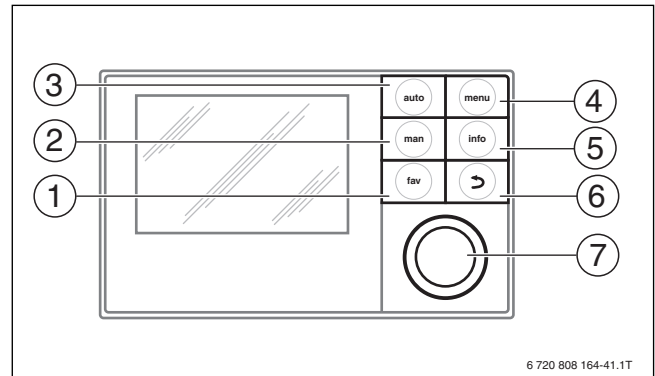

Bild 57 Bedieneinheit RC300
- ▶ Um das **Servicemenü** zu öffnen, Taste **menü** gedrückt halten (→ Bild 57, [4]).
- ▶ Drehschalter bis zur Auswahl **Diagnose** drehen (→ Bild 57, [7]).